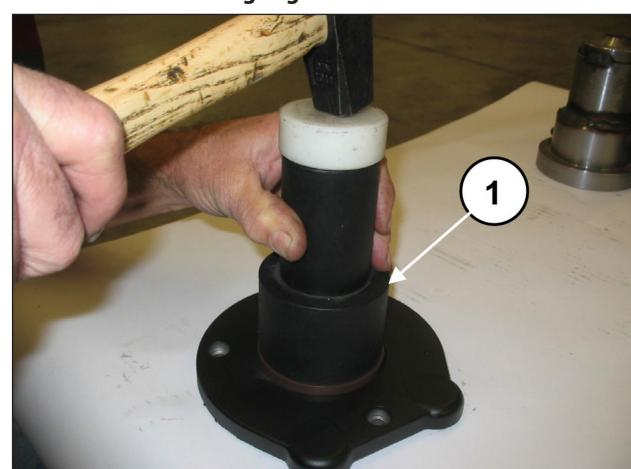
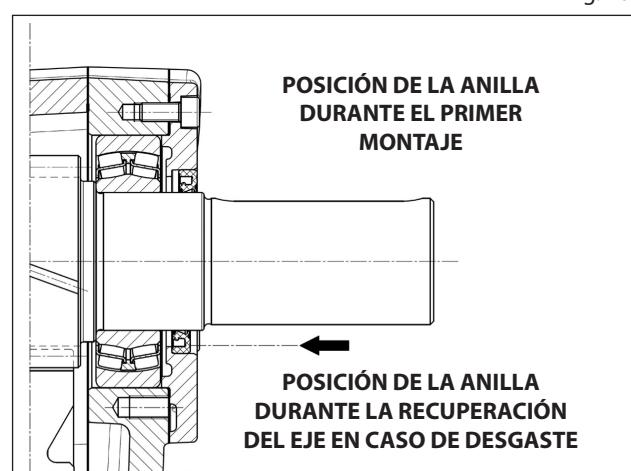

Fig. 70
Fig. 71
Introducir el retén en la brida del reduktor utilizando las herramientas cód. 27515900 y 27548200 (pos. ①, Fig. 70). Antes de montar el retén, comprobar las condiciones del labio de estanqueidad. Si se ha de sustituir, colocar una anilla nueva en el fondo del alojamiento como se indica en la Fig. 71.